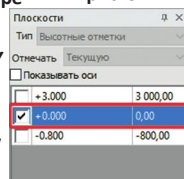

рис. 33
2. На панели **Плоскости** выберите нулевую высотную отметку (рис. 33).